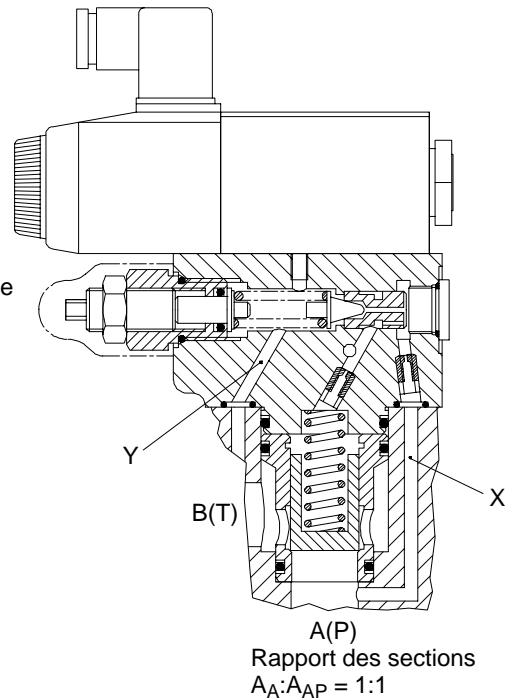

Figure 25
Si le solénoïde est désexcité (figure 25), la cartouche est drainée; en revanche, lorsque qu'il est excité, la pression à l'orifice A(P) est limitée à la valeur de tarage déterminée par le réglage sur le couvercle.